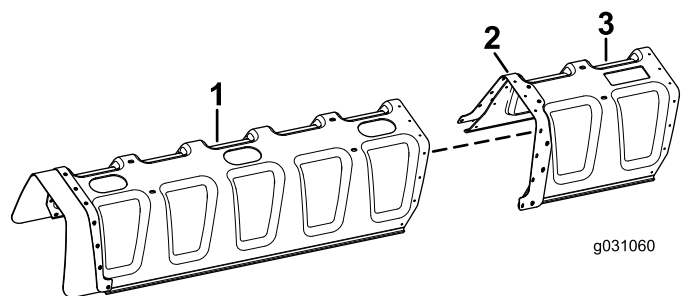

Bild 5
1. Fluchten Sie die Löcher an der Auslegerabdeckung für 11 Düsen mit den Löchern in der Verstärkungsplatte aus, die an der Auslegerabdeckung für 12 Düsen befestigt ist (Bild 5).